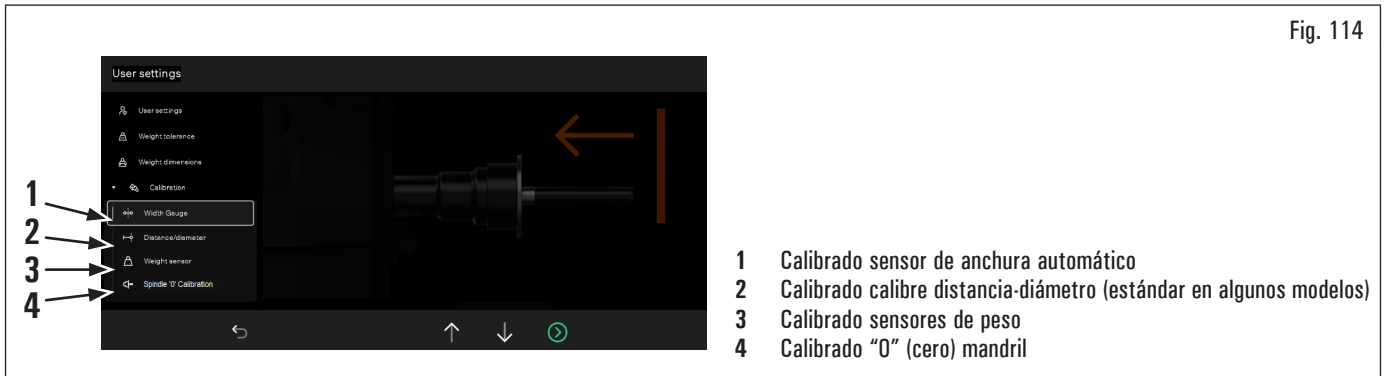

Fig. 114
Montar el cuerpo regulador en el mandril y fijarlo en el mismo con los dispositivos de bloqueo adecuados. Apretando el icono (Fig. 114 ref. 1) comparece en el monitor la siguiente pantalla:
Apretando el icono (Fig. 114 ref. 2) comparece en el monitor la siguiente pantalla:
1. apretando el icono (Fig. 114 ref. 4) comparece en el monitor la siguiente pantalla:
1. Apretando el icono (Fig. 114 ref. 3) comparece en el monitor la siguiente pantalla: